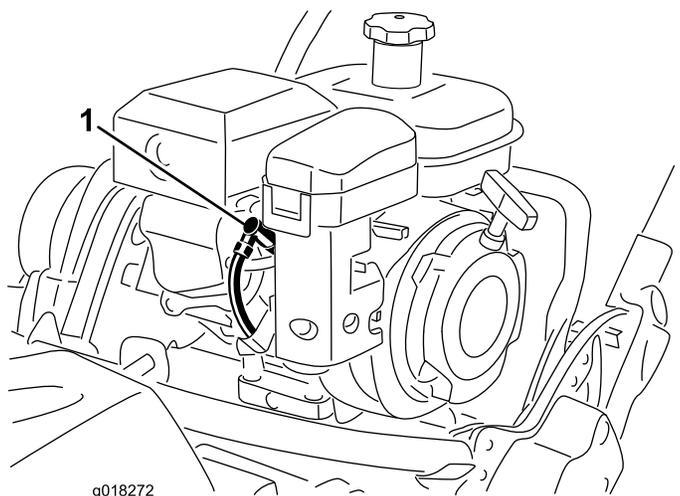

Рисунок 38
1. Снимите провод со свечи зажигания (Рисунок 38).